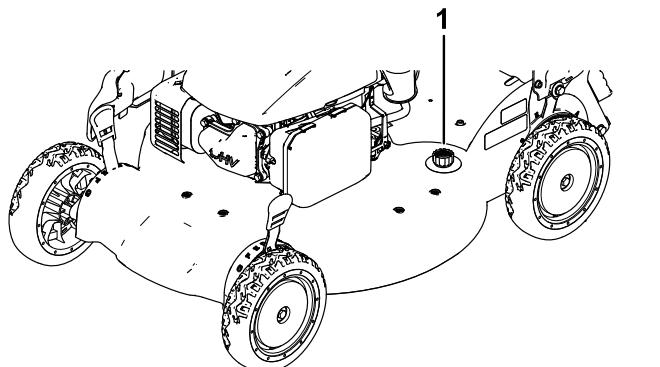

Figura 27
4. Conecte una manguera de jardín que esté conectada a un grifo al orificio de lavado (Figura 27).